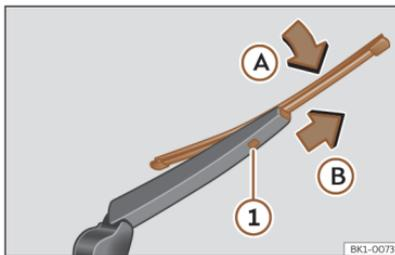

Fig. 180 Cambio de la escobilla de la luneta trasera.
- Rote la escobilla ligeramente >>> **fig. 180** (flecha **A**).